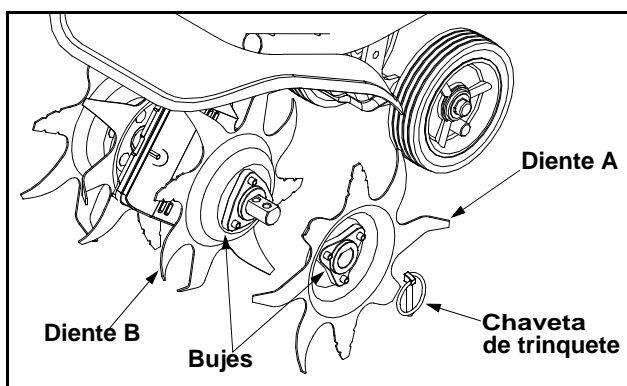

Figura 16
- Presione el interruptor Encendido/ Apagado a posición Apagado (O) para detener el motor y los dientes y desconecte la bujía para evitar el arranque accidental.
- Deslice los nuevos dientes con el buje mirando hacia afuera. Los cuatro dientes están marcados con letras A y B. Ubique un diente A y un diente B en el árbol del diente. Vea Figura 16.